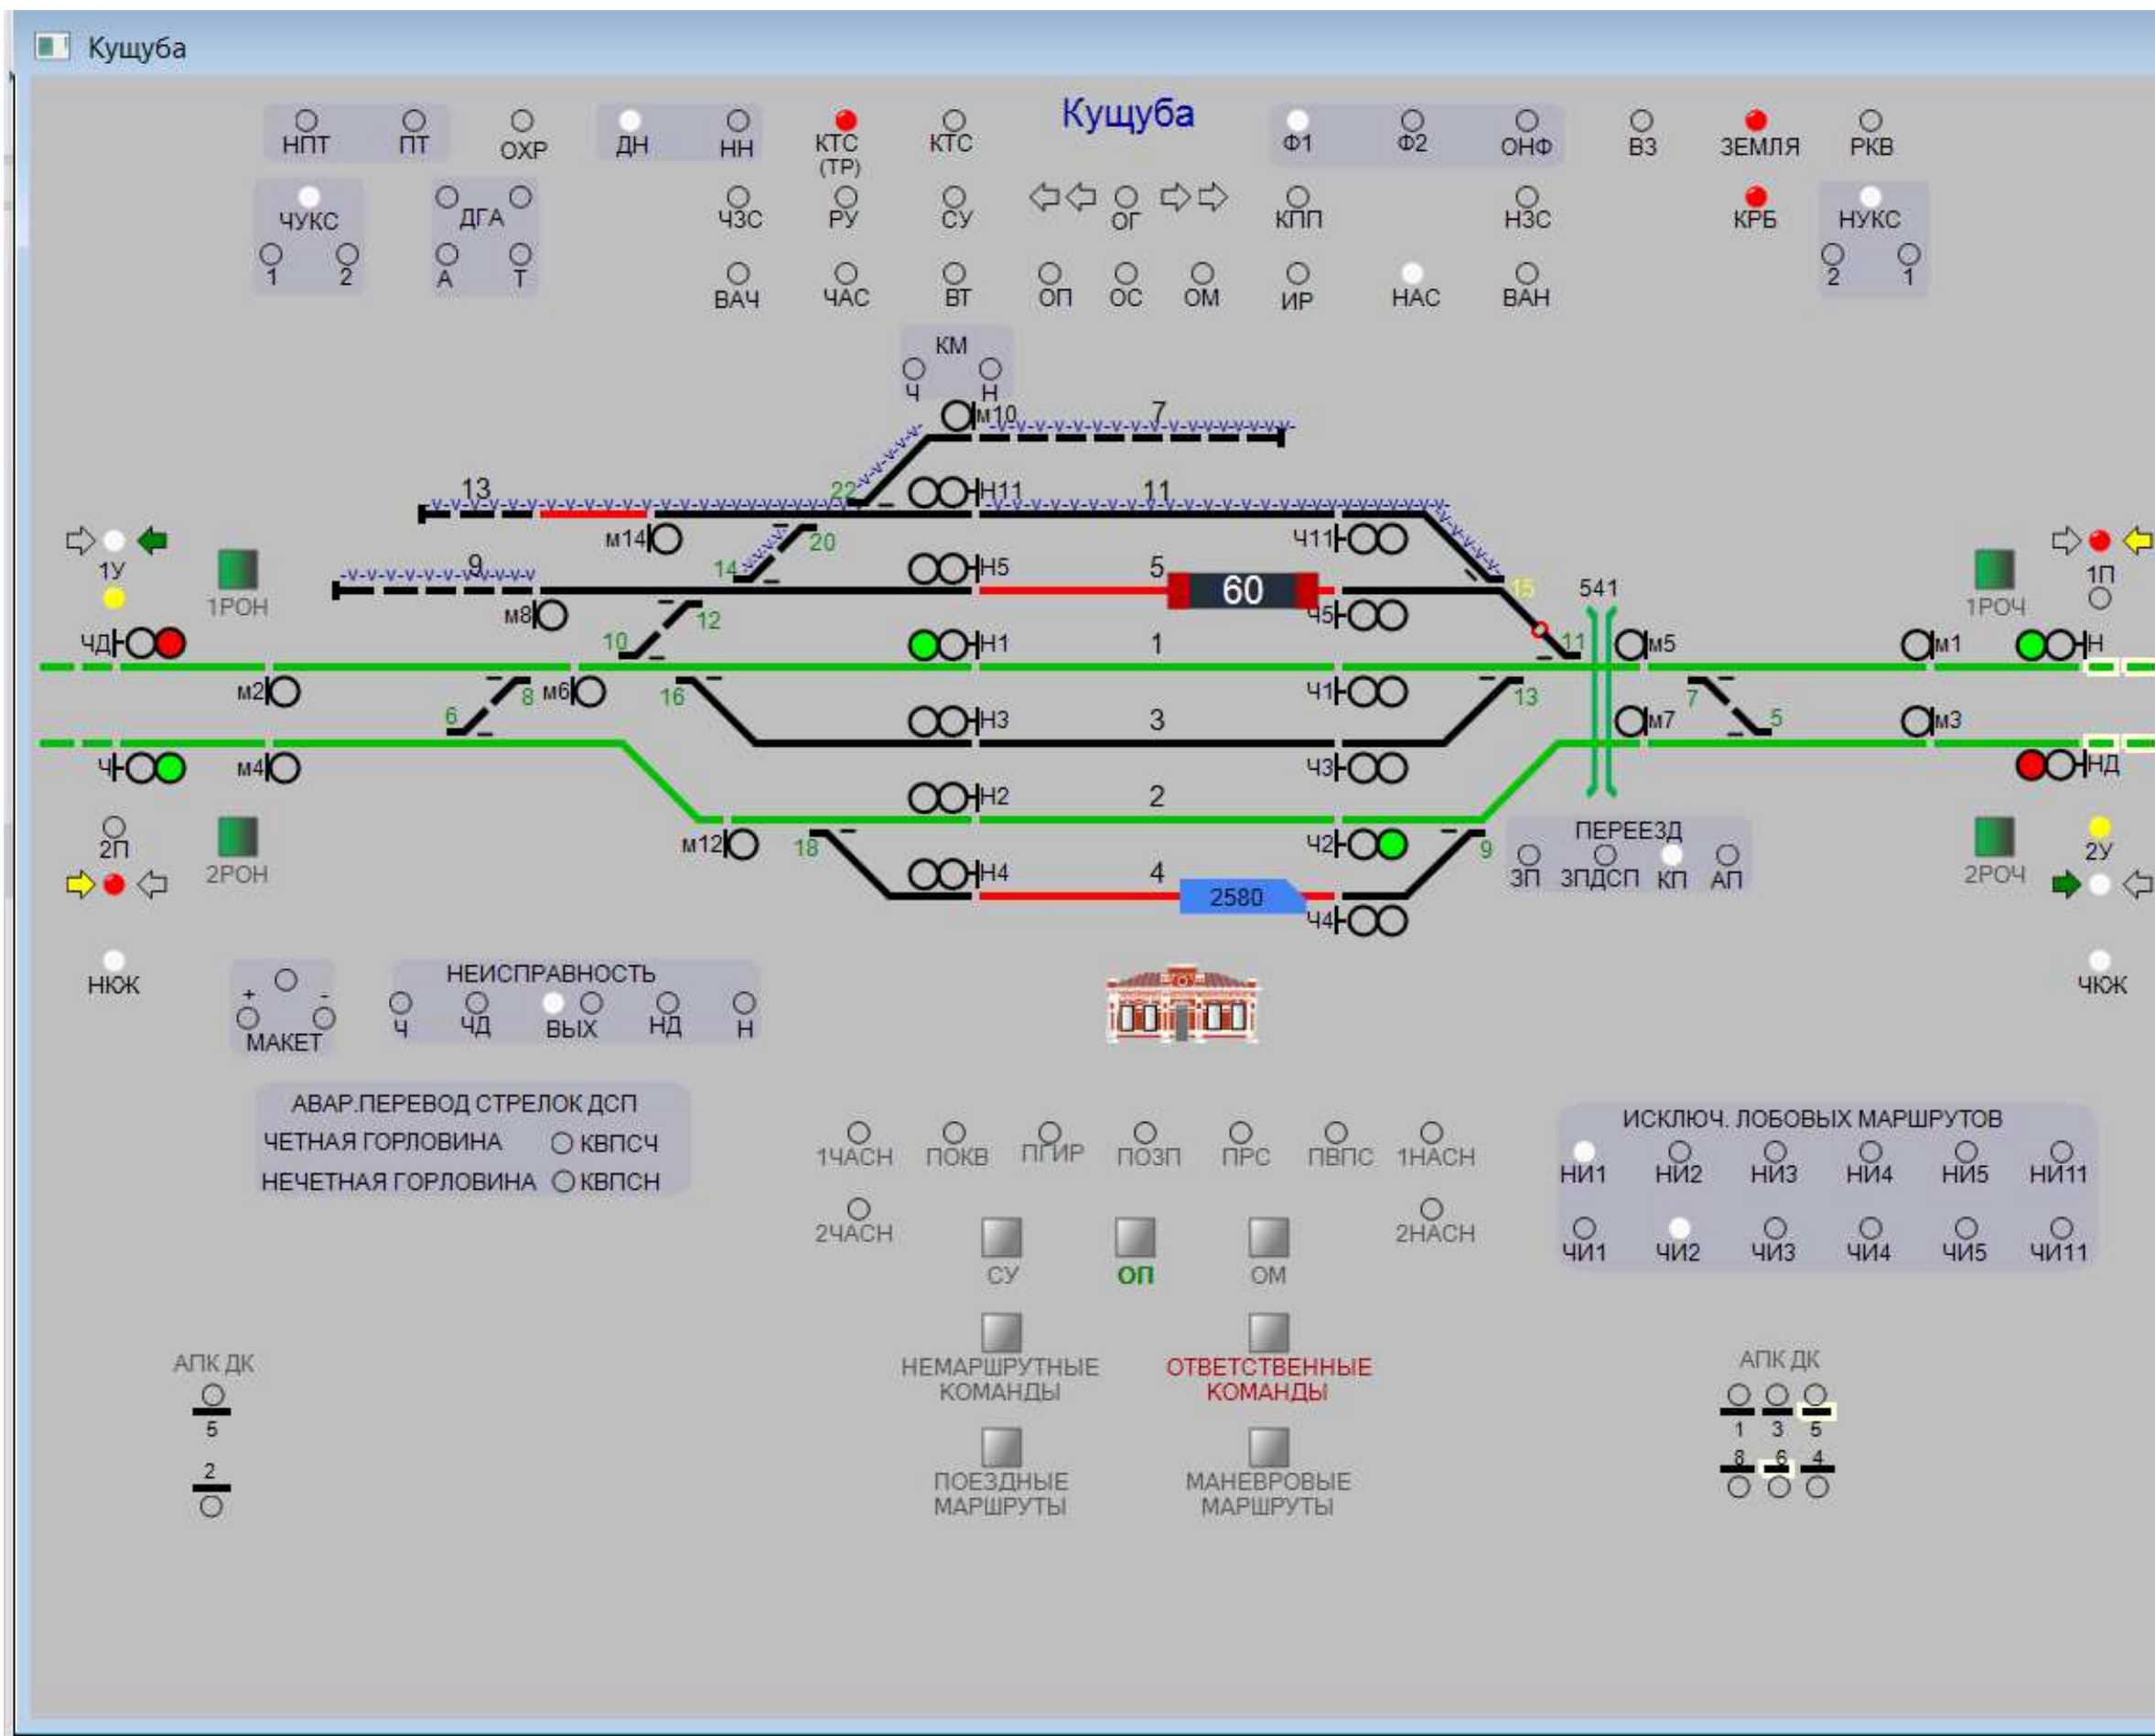

Рис.4. Вид поля Табло. Схема станции
2. Рамка приложения (см. рис. 4) выводит название приложения – Астор.
4. Поле Табло предназначено для размещения схем станций/участков. (см. рис. 4, 5). Открывается в окне, которое можно закрыть и размеры которого можно изменить